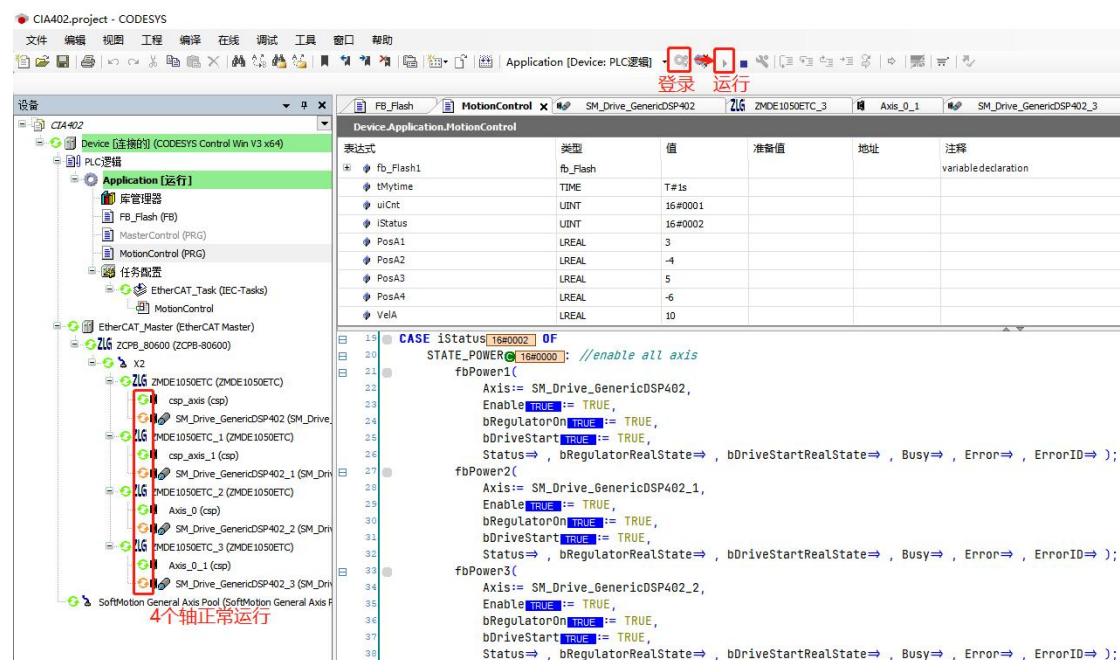

图 4.15 运行程序
(13) PLC 程序编写完成后，运行程序。点击菜单栏里的“登录”->“运行”按钮，如图 4.15 所示。若程序正确运行，则四个电机会进行往返运动。现象为四个电机同时启动，依次停转，又立马同时起转，依次停转，如此无限循环。